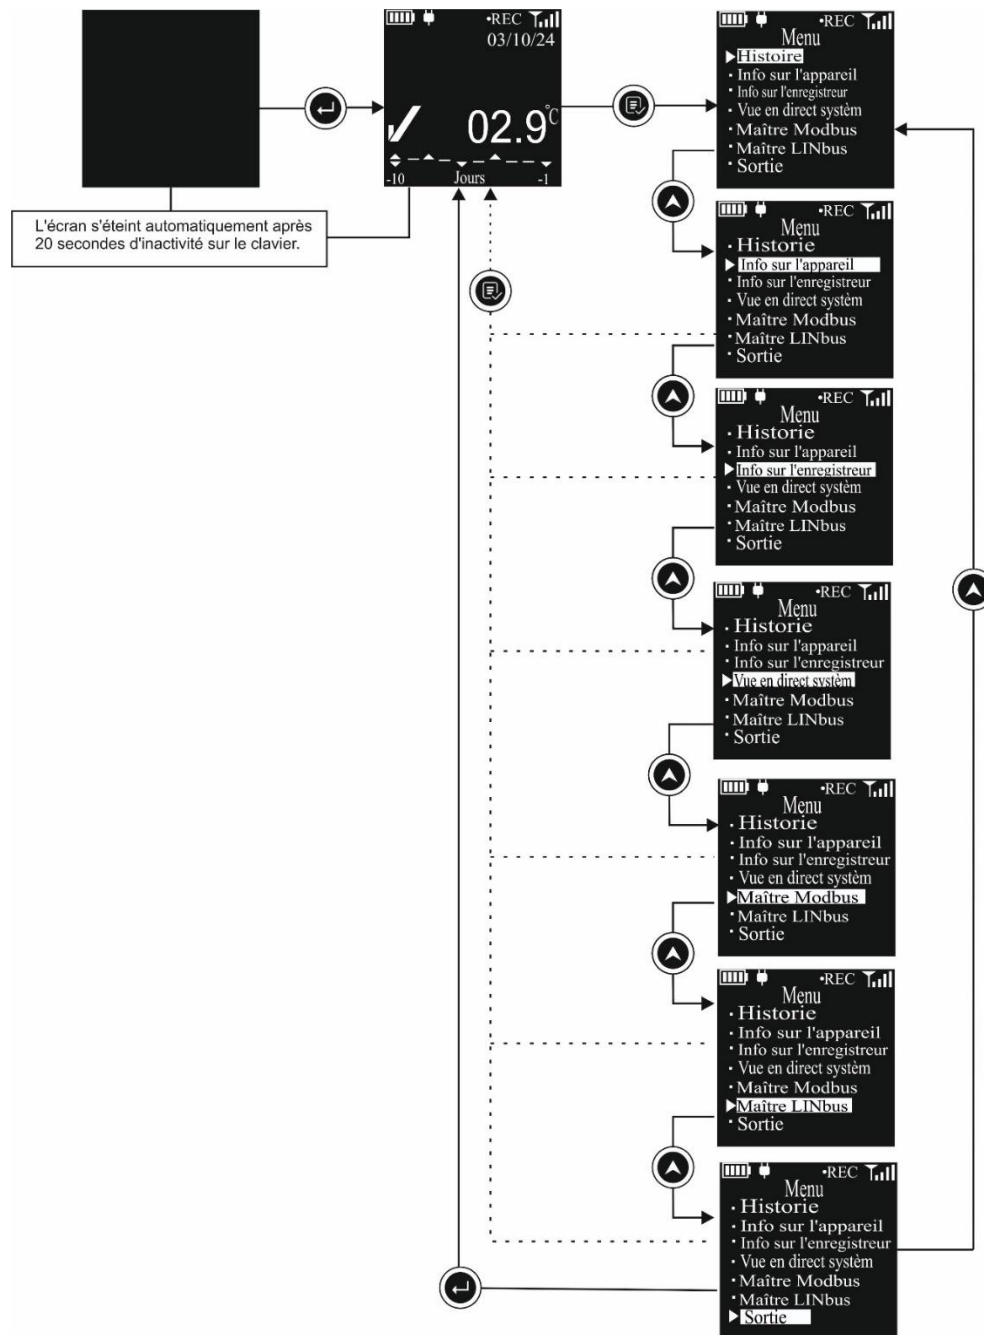

Figure 18 Séquence du menu principal
Le menu principal comprend les options suivantes, comme décrit dans la figure 18 :
- Accédez au menu principal et sélectionnez l'option Logger Info selon les étapes indiquées dans la figure 18.